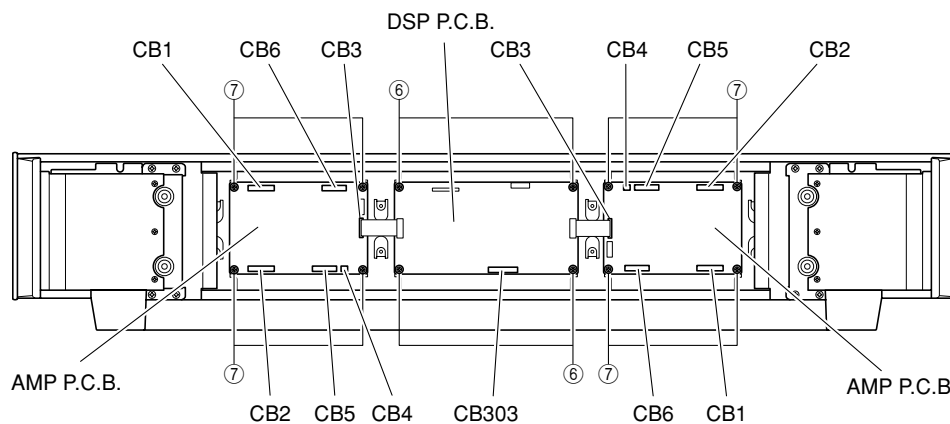

Fig. 6
- Remove 4 screws (⑥). (Fig. 6)
- Remove CB3 and CB303. (Fig. 6)
- Remove 8 screws (⑦). (Fig. 6)
- Remove CB1, CB2, CB4, CB5 and CB6. (Fig. 6)
- ⑥のネジ 4本を外します。(Fig. 6)
- コネクタ CB3、CB303を外します。(Fig. 6)
- ⑦のネジ 8本を外します。(Fig. 6)
- コネクタ CB1、CB2、CB4、CB5、CB6を外します。(Fig. 6)